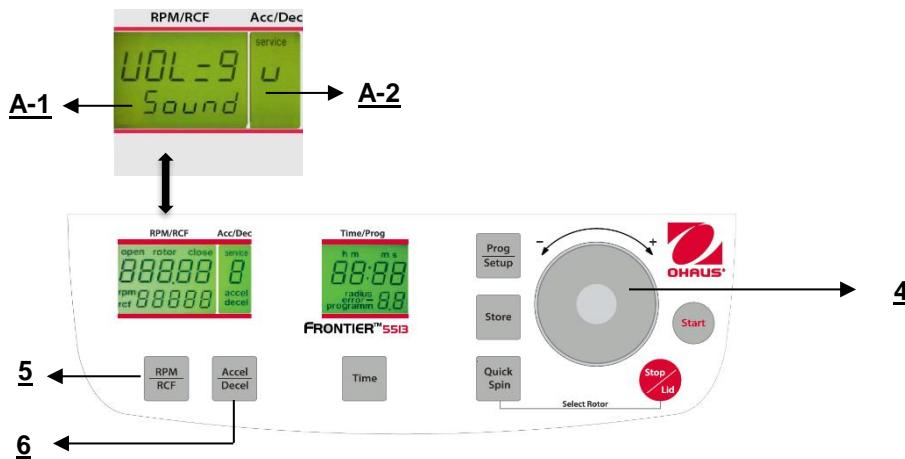

Figure. 31
Poursuivre conformément à la description du paragraphe 4.1.2 pour entrer dans ce mode de programme et appuyer ensuite sur la touche "Accel/Decel" (6). Sur l'affichage "Acc/Dec" (A-2), le mot "Service" clignote. Sélectionner maintenant la lettre "U" avec le cadran de réglage (4). Ceci entraîne l'apparition des mots "Vol=0-9/Sound" sur l'affichage "RPM/RCF" (A-1). Après avoir appuyé sur la touche "RPM/RCF" (5), l'utilisateur peut régler le volume désiré entre 0 (faible) et 9 (fort) avec le cadran de réglage (4) (voir la figure 31).